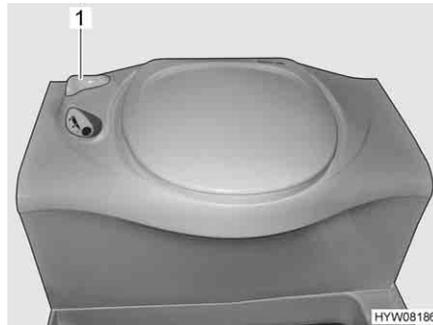

Bild 259 Thetford-Toilette
- Vor dem Spülen den Schieber der Thetford-Toilette öffnen. Dazu den Schieberhebel (Bild 259,1) entgegen dem Uhrzeigersinn drehen.
- Nach dem Spülen den Schieber schließen. Dazu den Schieberhebel (Bild 259,1) im Uhrzeigersinn drehen.